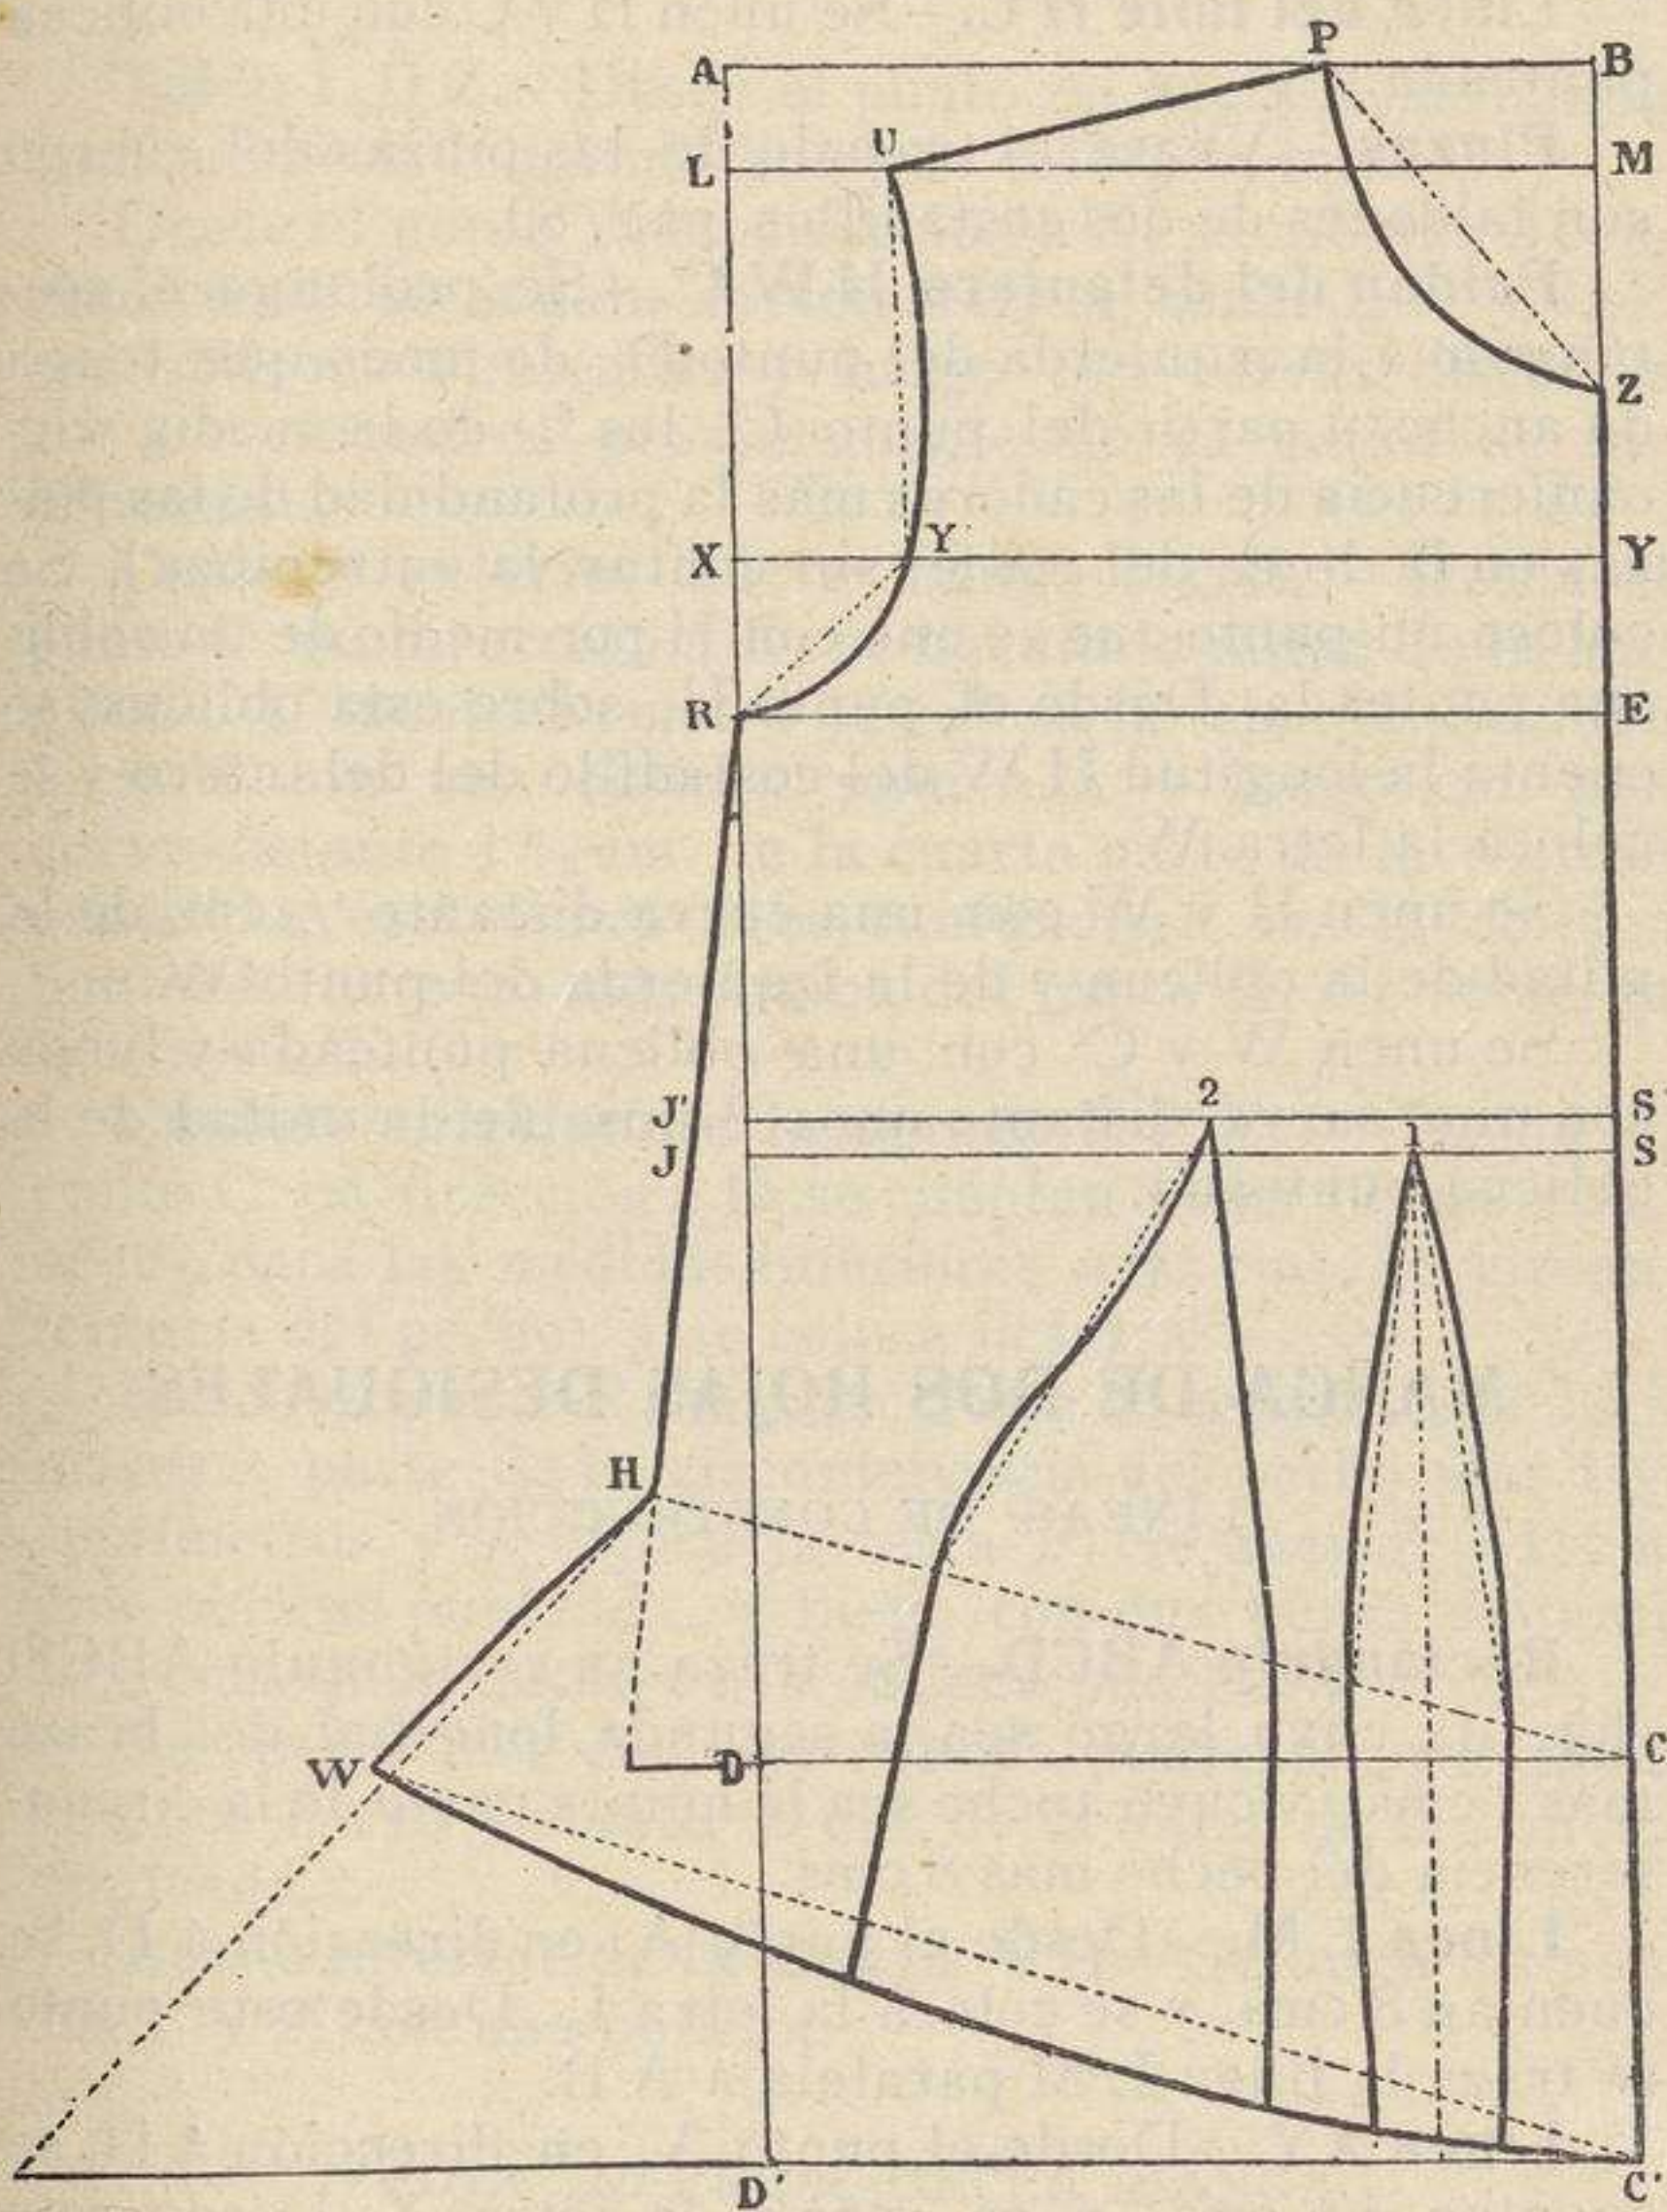

Fig. 50 ( $\frac{1}{8}$  del tamaño real).—Delantero del cuerpo con tres costadillos
**Rectángulo  $A B C' D'$ .**—Se traza un rectángulo  $A B C' D'$  (fig. 50) cuyo largo sea el del delantero más la